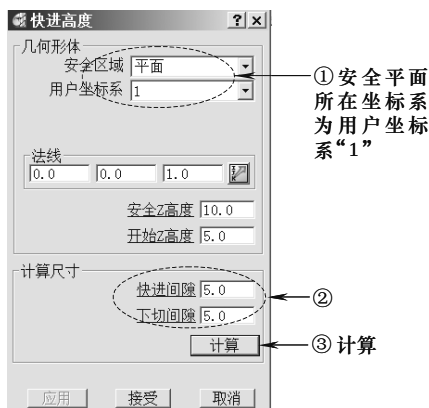

图 3-11 设置快进高度
4) 计算安全高度: 在 PowerMILL “综合” 工具栏中, 单击“快进高度”按钮, 打开“快进高度”表格, 按图 3-11 所示设置参数, 单击“接受”按钮关闭表格。